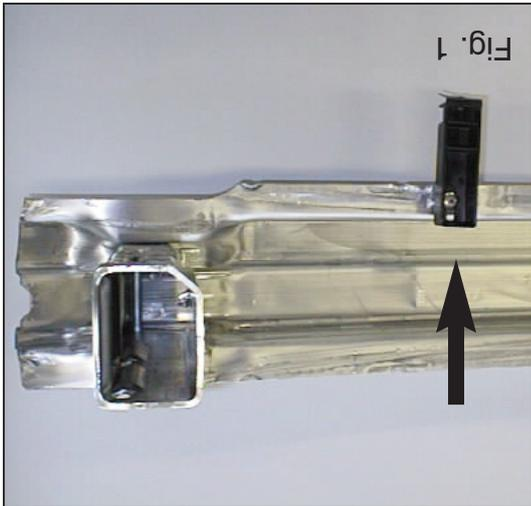

Fig. 1
2. Verwijder van de binnenbumper de tijdsensor. Verwijder de binnenbumper inclusief steunen. Deze komen te vervallen. Boor links en rechts de popnagels uit de kunststof-bumpersteunen van de binnenbumper. (zie fig. 1.) Plaats deze d.m.v. het aangegeven bevestigingsmateriaal aan de onderzijde van de buis van de trekhaak. Verwijder de kit/waslaag ter plaatse van de bevestigingspunten. Voor de 2005-> modellen geldt: Verwijder de kunststof pluggen uit het chassis.
2. Remove the time sensor from the inner bumper. Remove the inner bumper and its supports. They will no longer be needed. Drill out the rivets on the right and left of the plastic bumper supports on the inner bumper (see fig. 1). Position them on the underside of the tow bar tubing using the indicated fastening materials. Remove the glue/wax layer at the attachment points. For 2005-> versions: Remove the plastic plugs from the underside of the chassis.
2. Den Zeitsensor von der Innenstoßstange entfernen. Anschließend die Innenstoßstange einschließlich der Halterungen entfernen. Die Halterungen werden nicht mehr benötigt. Links und rechts die Nieten aus den Kunststoffstoßstangenhalterungen der Stoßstangeninnenverkleidung herausbohren (siehe Abb.1). Diese mit Hilfe des angegebenen Befestigungsmaterial an der Unterseite des Rohrs der Anhängervorrichtung anlegen. Die Kitt/Wachsschicht bei den Befestigungspunkten entfernen. **Für 2005->modellen gilt:** Die Kunststoffstüpsel von der Unterseite des Langträger entfernen.
innanmätet inklusive stagen. Dessa förfaller. Borra till höger och vänster ut hålnitarna ur plaststagen för stötfångarens innanmäte. (se fig. 1.) Placera dessa med det angivna monteringsmaterialet mot undersidan av dragkrokens rör. Avlägsna kitt-/vaxlagret från monteringspunkterna. **För modeller 2005->**: Ta bort plastpluggarna från undersidan av chassit.
2. Retirar el sensor de tiempo del parachoques interior. Retirar el parachoques interior inclusive soportes. Estos quedan anulados. Taladrar a la izquierda y derecha los clavos tubulares de los soportes sintéticos de parachoques del parachoques interior. (Véase la fig. 1). Colocarlos en el lado inferior del tubo del gancho de remolque, usando el material de fijación indicado. Retirar el pegamento/la capa de cera a la altura de los puntos de fijación. **Respecto a los modelos 2005-> hágase lo siguiente:** Retire los cierres de plástico de la parte inferior del chasis.
2. Fjern tidssensoren på den inderste del af kofangeren. Fjern inderdelen inklusiv støtter. Disse anvendes ikke mere. Bor i venstre og højre side nittenaglerne på kofangerstøtterne af kunststof fra indersiden af kofangeren (jævnfør fig. 1). Anbring denne på undersiden af røret på anhængertrækket med det anviste montagemateriale Fjern kittet/vokslaget ved montagestederne.
2. Rimuovere il sensore dall'anima del paraurti. Rimuovere l'anima del paraurti con i sostegni. L'anima non dovrà essere rimontata. Forare a destra e sinistra i rivetti dei sostegni di plastica dell'anima del paraurti. (vedi fig. 1.) Posizionare i sostegni sotto il traverso del gancio traino, fis-